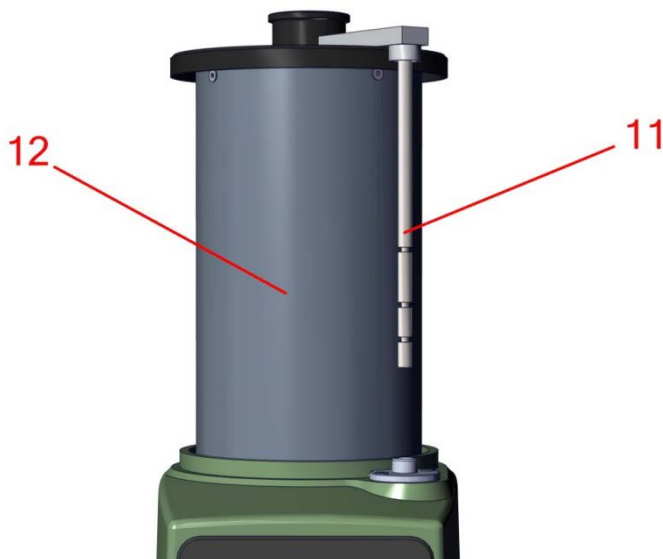

Рисунок 3: Колокол, извлеченный из прибора
1. Используя верхнюю часть колокола (см. Рис. 3), осторожно извлеките колокол (поз. 12, рис 3).
Будьте осторожны, чтобы не погнуть индикационный стержень (поз. 11, рис. 3) или не поднять или переместить колокол с помощью этого стержня. Изгиб или искривление стержня может повлиять на точность измерений. Будьте чрезвычайно осторожны при обратной установке колокола после того, как он был извлечен из прибора. Никогда не применяйте излишнего давления / силы к индикационному стержню. Если стержень погнут, прибор не будет работать корректно
7. Установите на место колокол и убедитесь, что индикационный стержень (поз.11, рис.3) и колокол (поз.12) опускаются плавно и непрерывно. Если это не так, то они могут быть деформированы или смещены. Если это произошло, рекомендуется отправить прибор в компанию Simpson для ремонта.
11. Нажмите клавишу Пуск (Start Button) . Колокол (поз.12, рис.3) поднимется до крайней верхней точки и должен остановиться там без движения вверх или вниз.